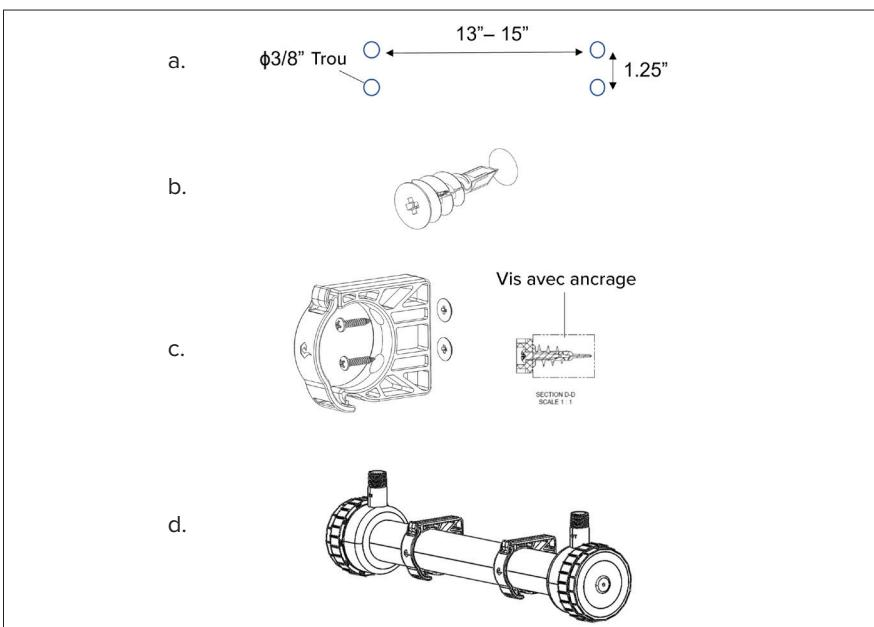

Figure 4 : Fixation du réacteur
- a. Comme indiqué sur la **FIGURE 4**, localisez l'emplacement souhaité pour le réacteur et utilisez une mèche de 3/8" pour percer 4 trous (2 trous pour chaque collier desserrage) à l'emplacement souhaité. pour percer 4 trous (2 trous pour chaque collier de serrage) aux endroits souhaités sur le mur pour monter les colliers de serrage. mur pour monter les pinces.